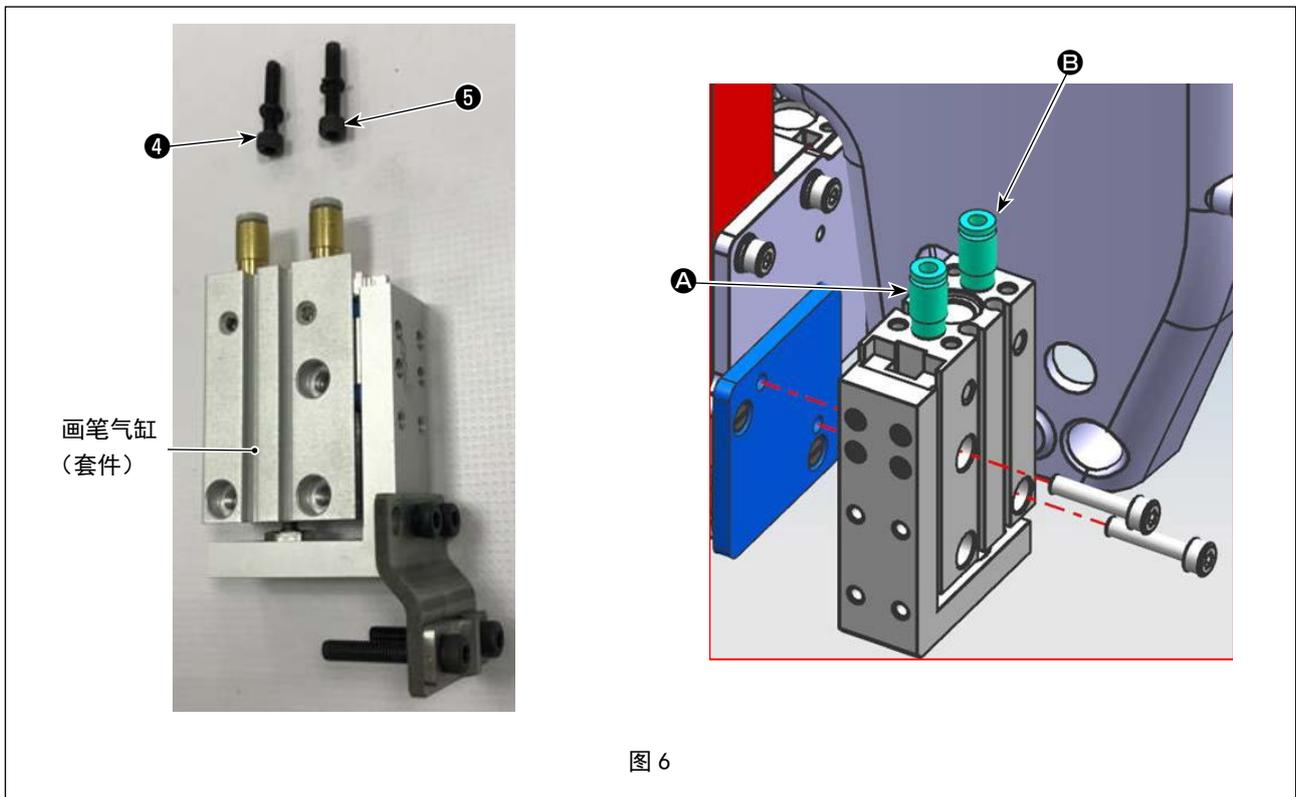

图 6
使用 3mm 的六角扳手, 用 2 根螺丝④和 2 片弹簧垫圈⑤, 将画笔气缸安装到画笔气缸安装板 B 上。(图 6)